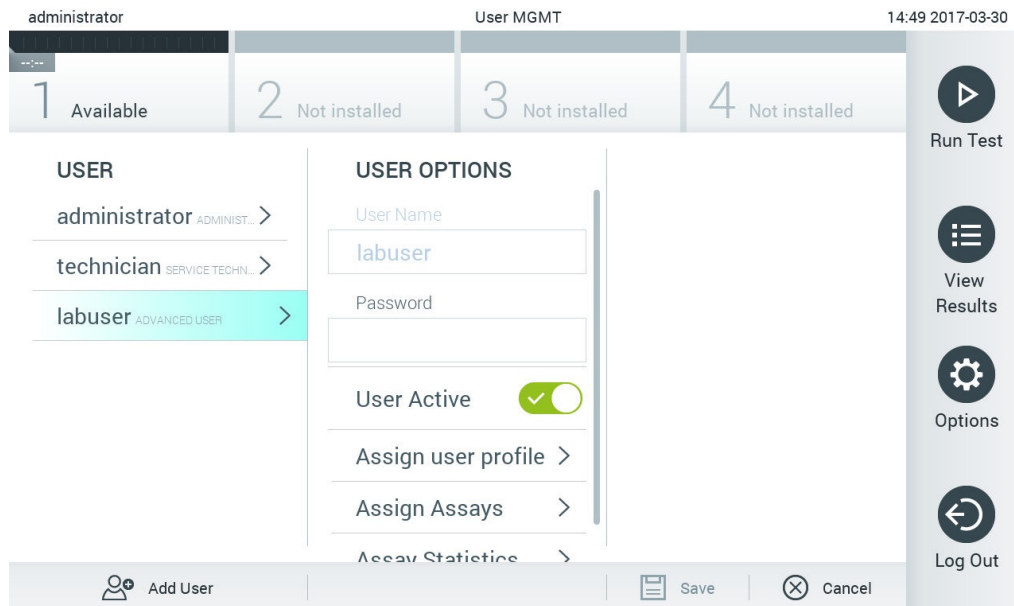

Figura 53. Selecionar e gerenciar usuários.
2. Selecione o usuário a gerenciar a partir da lista na coluna esquerda da área de conteúdo (Figura 53, página seguinte).